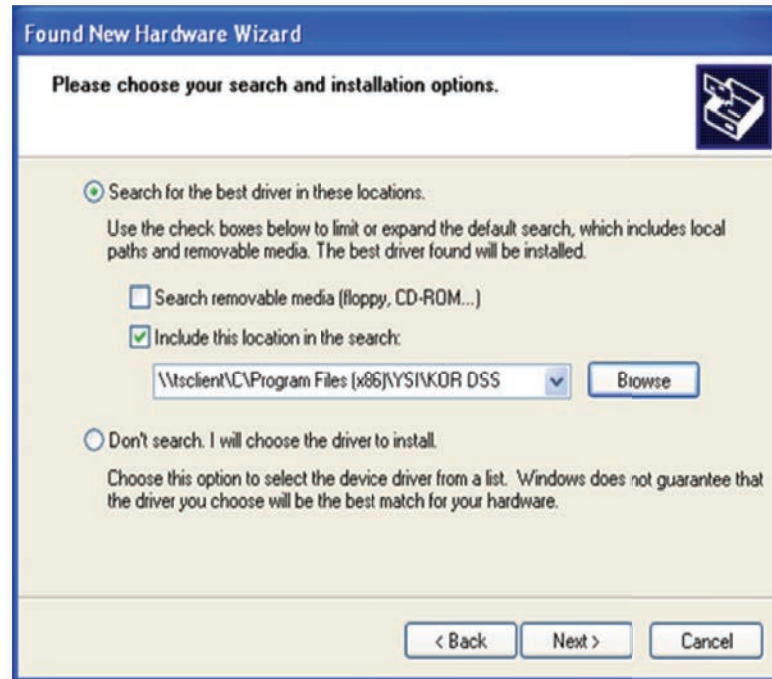

Figura 81 Ubicación del archivo se encontró asistente de nuevo hardware
4. Seleccione **Buscar el mejor controlador en estas ubicaciones**, luego **Incluir esta ubicación en la búsqueda**: Haga clic en **Buscar**, luego navegue hasta la ubicación del archivo: **C:\Archivos de programa (x86)\YSI\KorDSS** para sistemas de 64 bit o **C:\Archivos de programa\YSI\KorDSS** para sistemas de 32 bit (Figura 81). Haga clic en **Siguiente**.